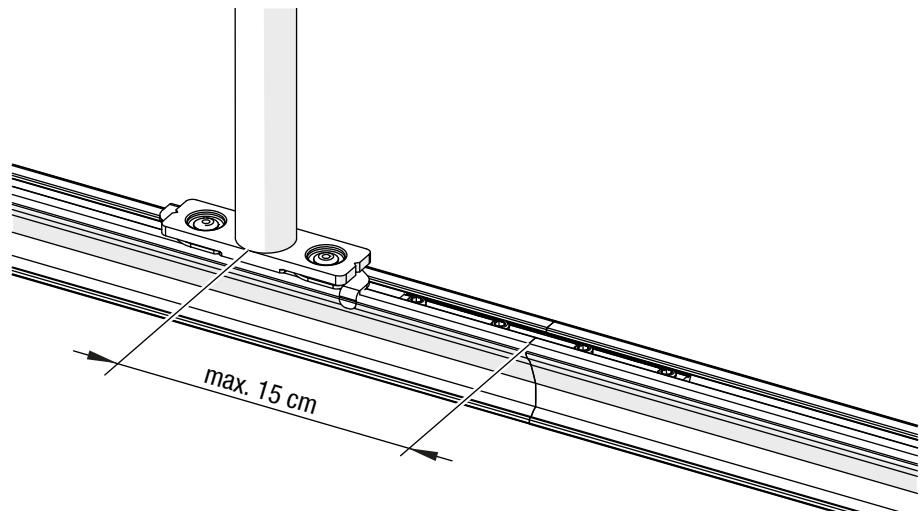

Abb. 14: Deckenmontage OFFICE-Abhängung – Abhängeabstand zum Stoß
- è Befestigen Sie einen Abhängepunkt auf einer Seite mit maximal 15 cm Abstand von der Mitte der Abhängung bis zum Stoß (siehe Abb. 14).